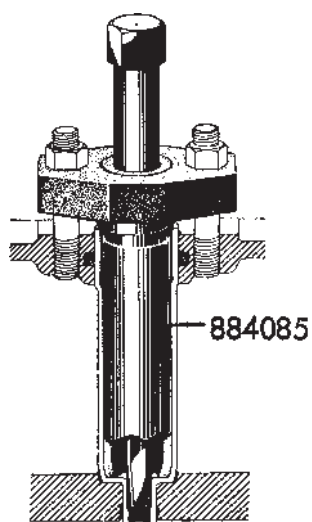

Fig. 9. Diktning av hylsa.
4. Skruva ned dornen tills den får styrning i spridarhylsans klenare del och drag fästmuttrarna lika hårt. Se fig. 9.